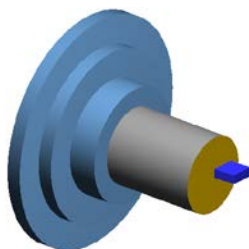

图 8.7.11 仿真结果
(1) 在“操作管理”中确认 1-车削端面-[WCS: +X+Z]-[刀具平面: 车床左上角] 节点被选中, 然后单击“验证选定操作”按钮 , 系统弹出“Mastercam 模拟器”对话框。
(2) 在“Mastercam 模拟器”对话框中单击 按钮, 系统将开始进行实体切削仿真, 结果如图 8.7.11 所示, 单击 按钮。